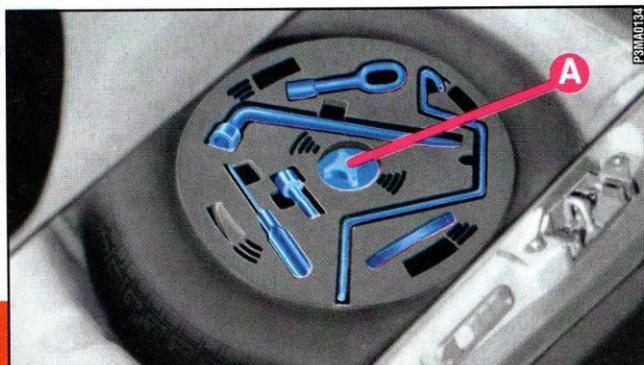

fig. 2
- Estrarre il supporto completo di attrezzi, svitando il dispositivo di bloccaggio **A**-fig. 2.